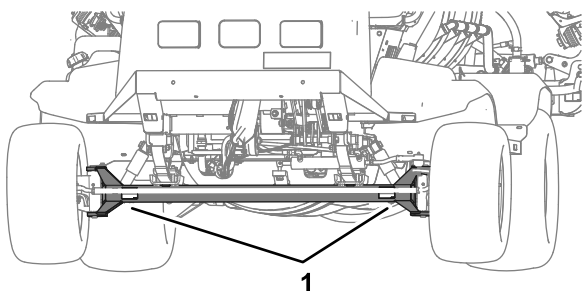
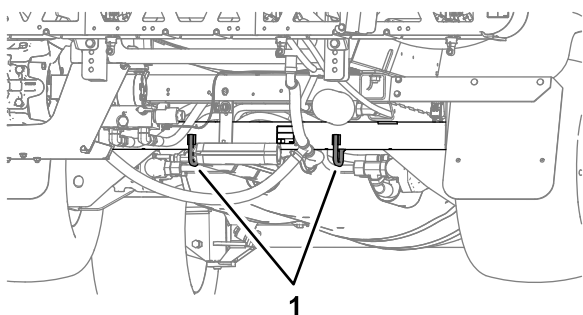

図 46
図 47
- 本機をトラックなどに載せて確実に固定する 図 46と 図 47に示すロープ掛けポイントを利用する。